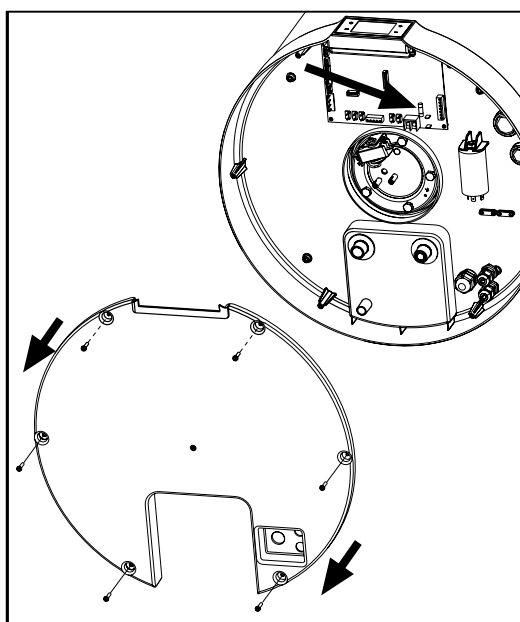

fig. 64
- Desenroscar los tornillos de bloqueo y quitar la tapa inferior (fig. 64).